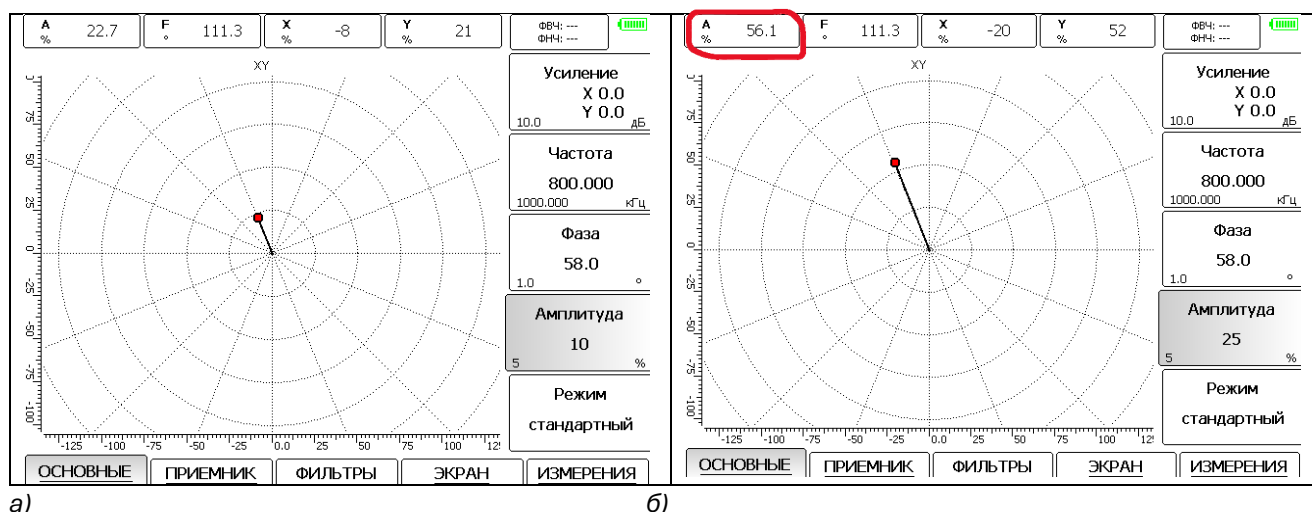

Рис.2-6 Вид экрана прибора после подключения преобразователя
6. Подсоедините кабель преобразователя (рис.2-6а)
7. Увеличьте амплитуду генератора так, чтобы показания амплитуды вектора в левом верхнем углу экрана были в интервале от 50-60 % высоты экрана (рис. 2-6б).